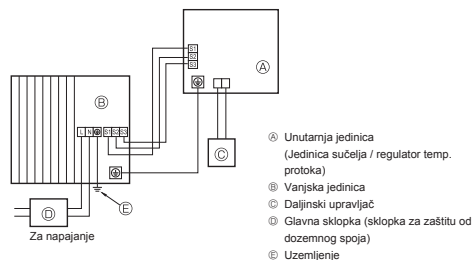
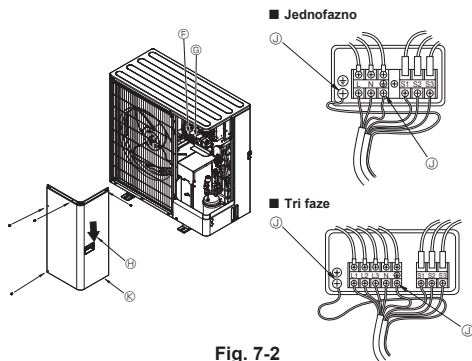

Fig. 7-1
Fig. 7-2
7.1. Vanjska jedinica (Fig. 7-1, Fig. 7-2)
- 2 Izvedite ožičenje kabela sukladno slikama Fig. 7-1 i Fig. 7-2.